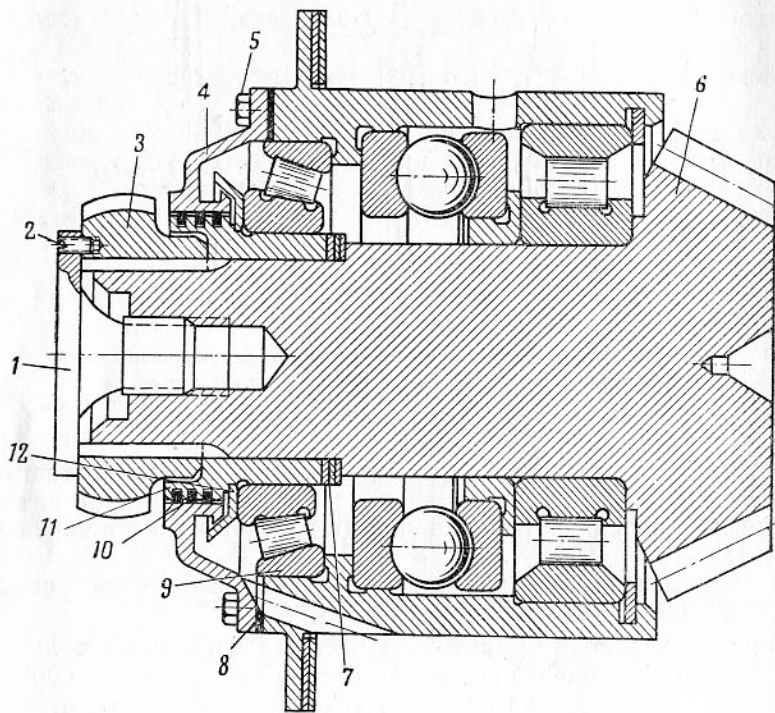

Рис. 27. Установка уплотнительных колец ведущего вала:
4. Высверлить стопор 2 (рис. 27). Отвернуть пробку 1 и снять зубчатку 3 муфты.